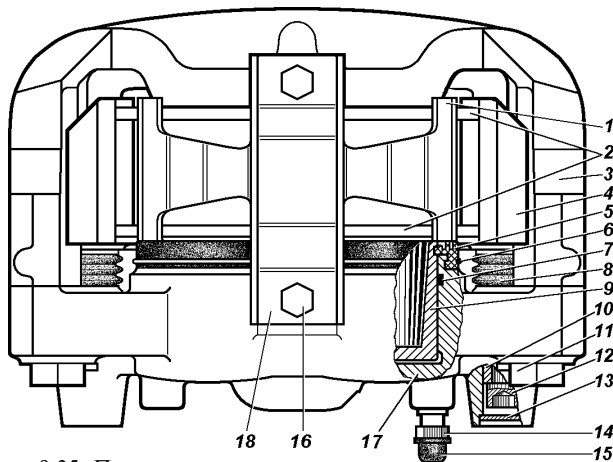

Рис. 9.35. Передние дисковые тормоза:
**Дисковые тормозные механизмы передних колес.** Для осмотра тормозных колодок 2 (рис. 9.35) установите автомобиль на горизонтальной площадке, затормозите стояночным тормозом и снимите колесо. Осмотр колодок проводите через окно в суппорте 4. Если фрикционные накладки изношены до толщины 1,5-2,0 мм, то замените колодки новыми. Замену производите на обоих передних колесах.